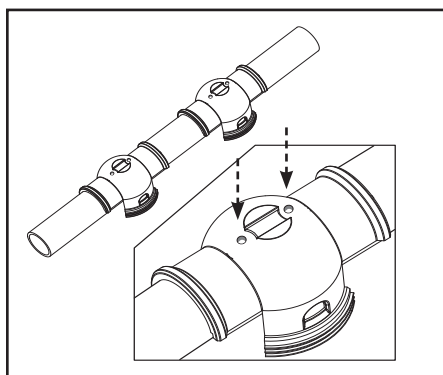

Figure 7. Marquer les trous dans le conduit avant le perçage
6. Inverser les colliers du bas et placer sur le tuyau. Marquer les trous pour percer le tuyau (Voir Figure 7).